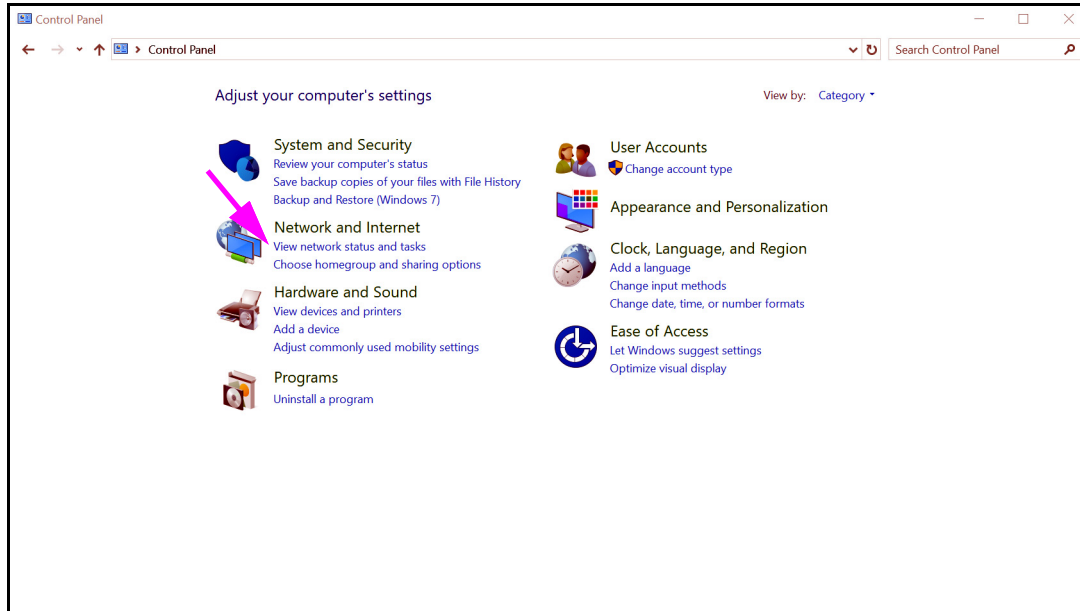

Figura 2-44. Finestra All Control Panel Items (Tutti gli elementi del Pannello di controllo) – Visualizzazione Category (Categoria)
3. Selezionare **Control Panel (Pannello di controllo)**. Se la visualizzazione è impostata per **Category (Categoria)**, l'aspetto della schermata sarà simile a quello della Figura 2-44.